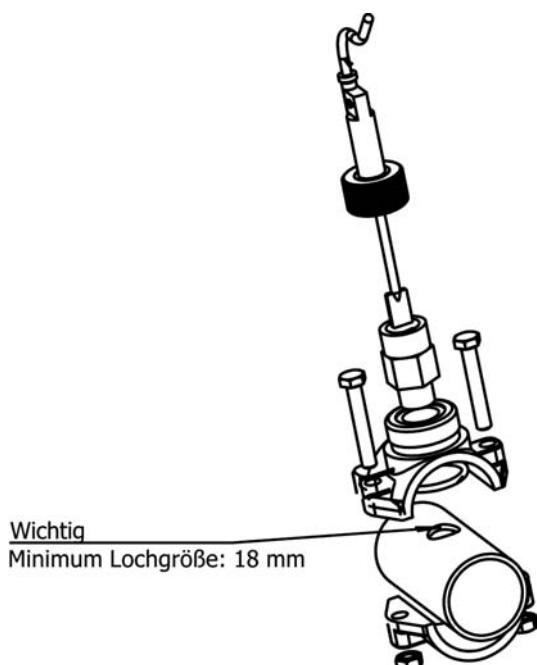

Abb. 14-1
1. Die zum Lieferumfang gehörende Quetschverschraubung an einem Teil der Rohrleitung anbringen, der sich am Eingang der Elektrolysezelle befindet. Die Manschette muss immer waagerecht zum Boden (siehe Abb. 14-1) angebracht werden.
2. Den zum Lieferumfang gehörenden Durchflussdetektor (Durchflussschalter) immer senkrecht an der Manschette (Abb. 14-1) anbringen.